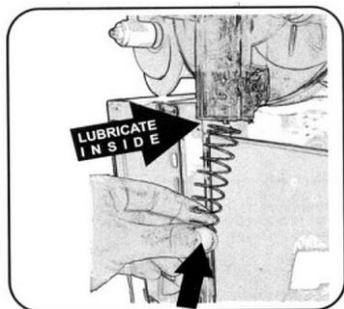
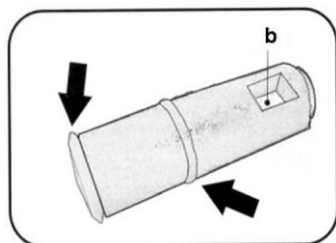

Fig. 38
Fig. 40
1. Prima di procedere al montaggio dei componenti del rubinetto di erogazione, inumidire le guarnizioni del rubinetto di erogazione (fig. 38) e le guarnizioni (fig. 40).
2. Montare la molla e il perno del rubinetto di erogazione, come illustrato nelle figure 38 e 39.
3. Quando si inserisce il perno del rubinetto di erogazione, assicurarsi che il piccolo foro (vedere la fig. 40) sia esattamente di fronte all'operatore.